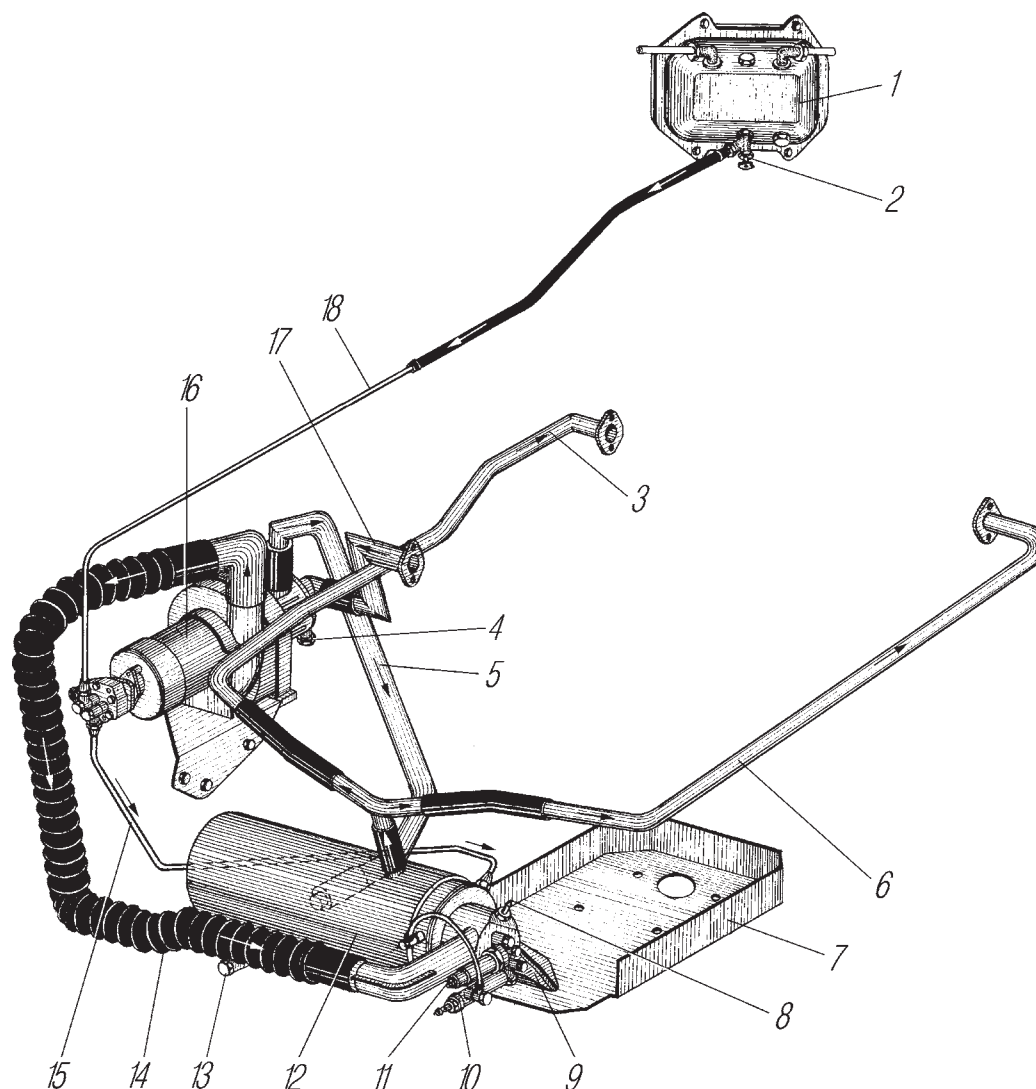

Рис. 23. Система предпускового подогрева двигателя:
- предпусковой подогреватель, состоящий из: котла 12 (рис. 23), расположенного на первой поперечине рамы автомобиля; насосного агрегата 16 (электродвигатель, вентилятор, жидкостный и топливный насосы), расположенного на правом лонжероне рамы автомобиля; источника высокого напряжения;
Подогреватель работает следующим образом. Топливный насос забирает топливо из бачка подогревателя и под давлением при открытом электромагнитном клапане впрыскивает его через форсунку в горелку, где распыленное топливо смешивается с воздухом, воспламеняется и сгорает, нагревая в котле жидкость. Под действием насоса жидкость циркулирует по трубопроводам, по блоку в направлении, показанном стрелками на рис. 23.